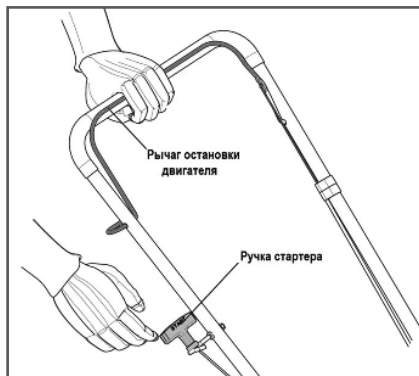

Рис. 8 Запуск двигателя
3. Нажмите и удерживайте рычаг остановки двигателя левой рукой (Рис. 8).
4. Правой рукой, медленно вытягивая шнур стартера за ручку (Рис. 8), проверните коленчатый вал двигателя, пока не почувствуете сопротивление, затем медленно опустите ручку стартера вниз. Снова медленно потяните за ручку стартера, пока не почувствуете, что стартер вошел в зацепление с маховиком, после чего, резко и с усилием потяните за ручку стартера и запустите двигатель. При необходимости повторите. После запуска двигателя медленно и плавно верните ручку стартера на место.